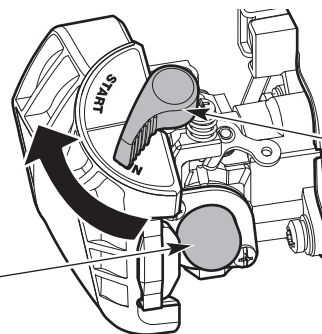

Fig. 4
1. Oprima y suelte despacio la pera del cebador **10 veces** (Fig. 4).
3. Gire la palanca del estrangulador hacia la derecha hasta que haga clic en la posición **START** (arranque) (Fig. 4).